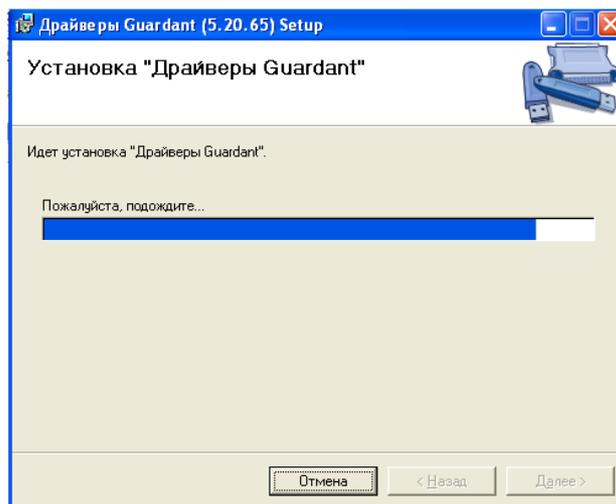

Рис. 8.34
- начнется процесс установки драйвера, Рис. 8.34;